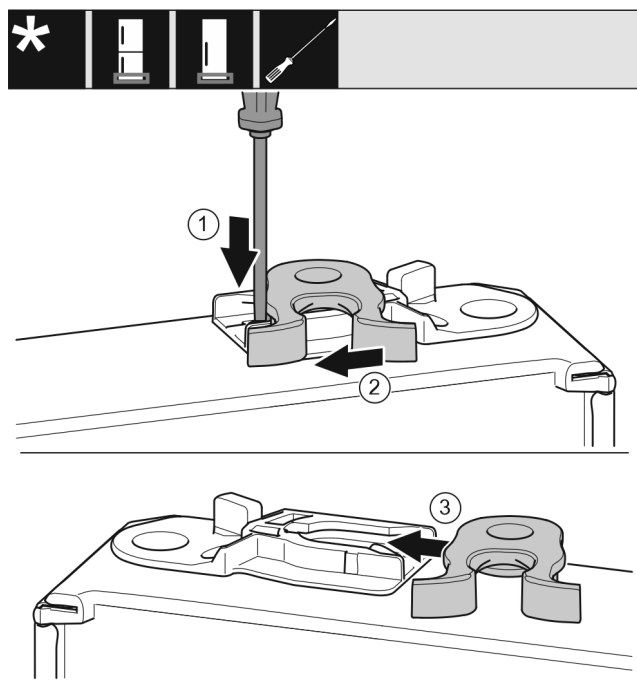

Fig. 20
- Plochým šroubovákem přitlačte lamelu Fig. 20 (1) dolů.
- Vytáhněte petlici Fig. 20 (2) z vedení.
- Petlici Fig. 20 (3) zasuněte do vedení na druhé straně.